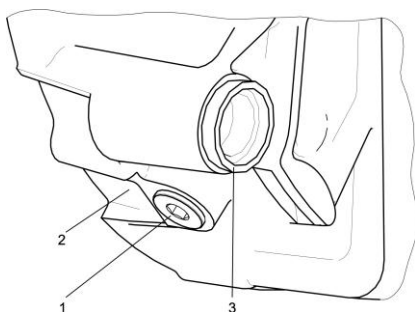

Рисунок 47 – Пробки на картере маховика:
5. Вынуть пробку 3, расположенную на торце картера маховика 2 (рисунок 47) внизу с правой стороны двигателя.